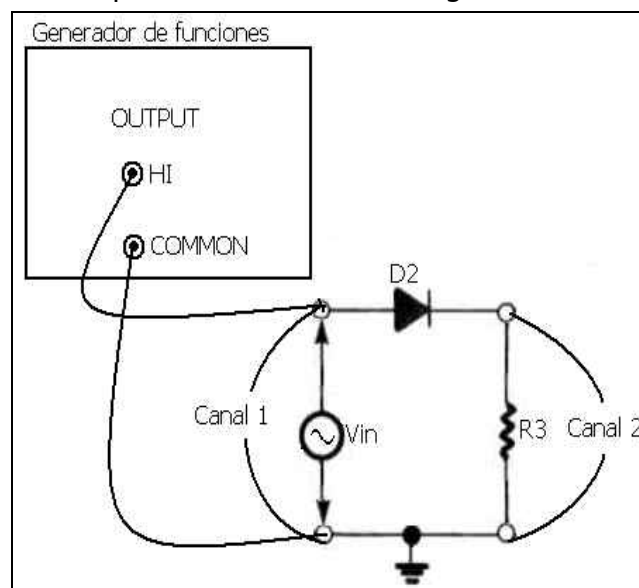

Figura 4. Rectificador de media onda.
29. Implemente el circuito que se muestra en la Figura 4.